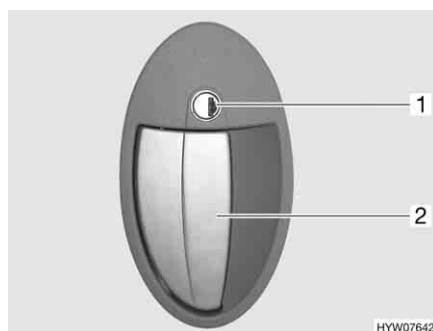

Fig. 27 Serratura della porta, lato esterno
- Inserire la chiave nel cilindro della serratura (Fig. 27,1) e ruotare in senso orario, fino a quando la serratura della porta si sblocca.
- Tirare la maniglia della porta (Fig. 27,2). La porta è aperta.
- Inserire la chiave nel cilindro della serratura (Fig. 27,1) e ruotare in senso antiorario, fino a quando la serratura della porta si blocca.